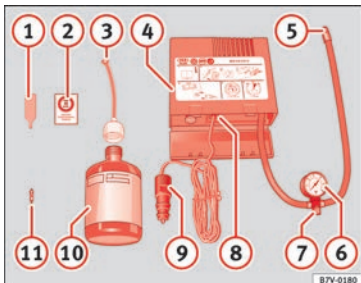

Fig. 60 Representación estándar: contenido del kit antipinchazos.
• Desenrosque la caperuza y el obús de la válvula del neumático. Utilice el aparato » fig. 60 ① para extraer el obús. Colóquelo en una superficie limpia.
- Agite con fuerza la botella de sellante de neumáticos » fig. 60 ⑩.
- Enrosque el tubo de inflado » fig. 60 ③ en la botella de sellante. El precinto de la botella se romperá automáticamente.
- Retire el tapón del tubo de llenado » fig. 60 ③ y enrosque el extremo abierto del tubo en la válvula del neumático.
- Vuelva a colocar el obús con el aparato » fig. 60 ① en la válvula del neumático.
- Enrosque el tubo de inflado del neumático del compresor » fig. 60 ⑤ en la válvula del neumático.
- Compruebe que el tornillo de evacuación de aire está cerrado » fig. 60 ⑦.
- Acople el conector » fig. 60 ⑨ a toma de corriente de 12 voltios del vehículo » ícono, pág. 142.
- Conecte el compresor de aire con conmutador ON/OFF » fig. 60 ⑧.